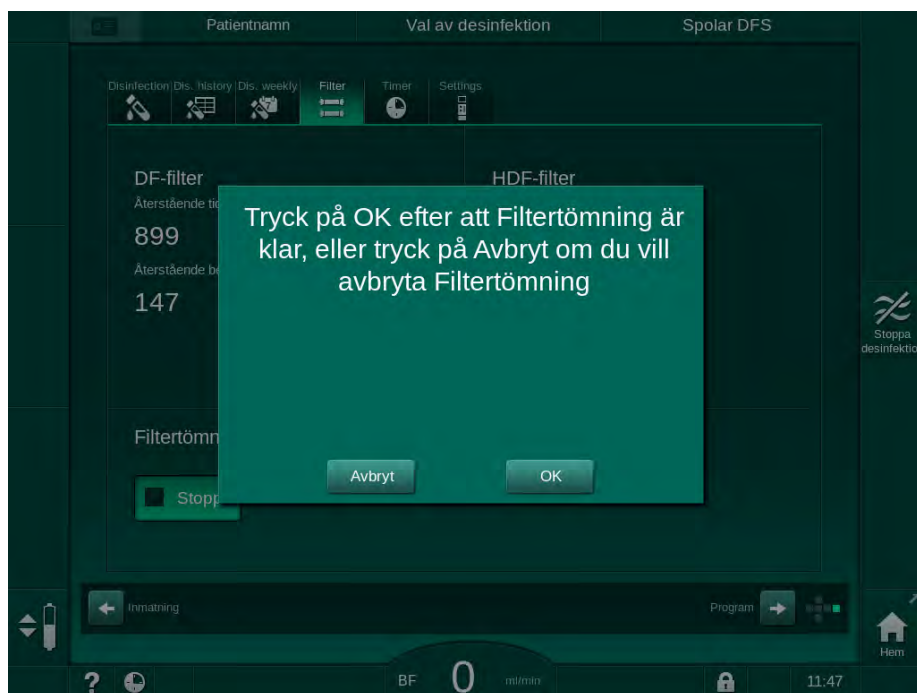

Bild 7-3 Bekräftelsefönster filterbyte
14. Tryck *OK* i bekräftelsefönstret för byte av filter (Bild 7-3) för att bekräfta att filter har bytts.
16. Kontrollera i maskinsockeln ifall det finns rester av vätska och rengör om så krävs (se Rengöring av sockel med fördjupning och läckagesensor (195)).